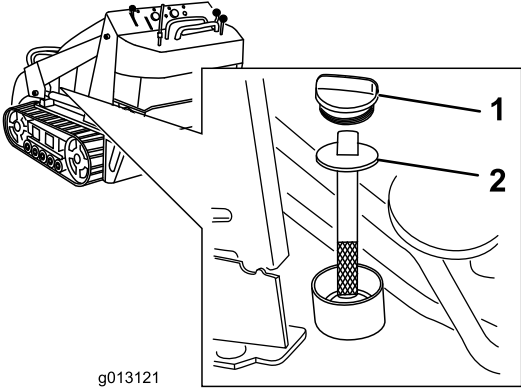

Figura 63
5. Limpie la zona alrededor del cuello de llenado del depósito de fluido hidráulico (Figura 63).
6. Retire el tapón del cuello de llenado y compruebe el nivel de fluido en la varilla (Figura 63).